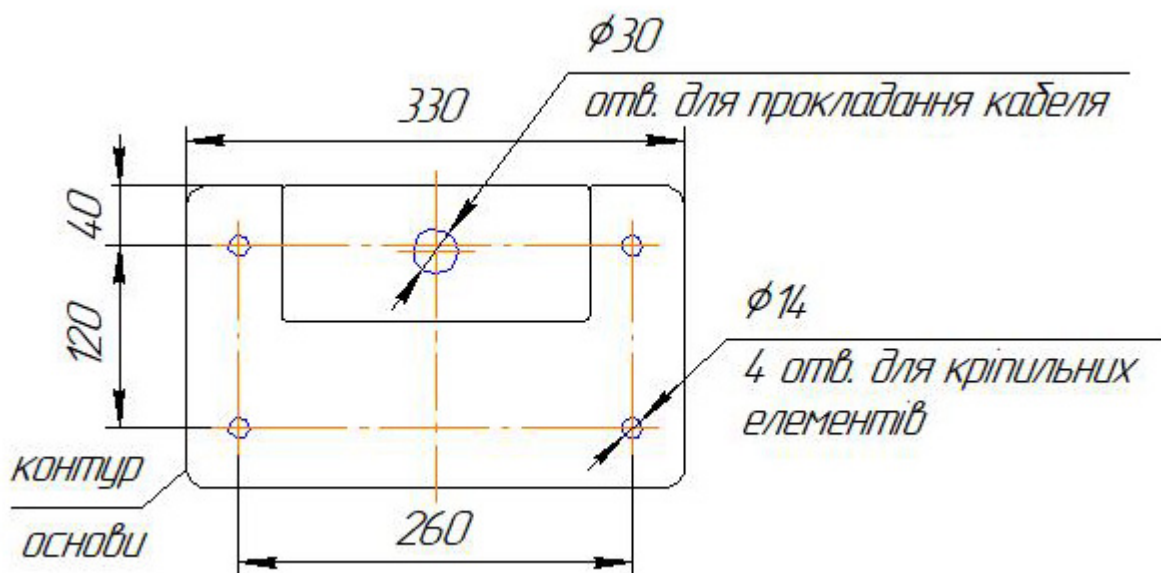

Рис. 8
- 2) Підготувати в підлозі 4 отвори під кріпильні елементи (див. рис. 8) і паз для проведення кабелів.